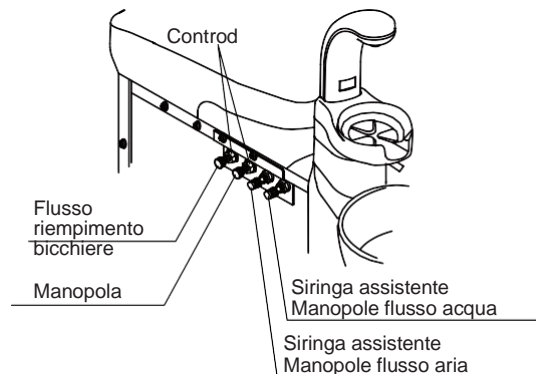

Fig.3-20 Manopole di controllo flusso
(3) Corpo gruppo idrico
A. Manopole di controllo flusso siringa assistente (Fig.3-20) Le manopole di controllo flusso della siringa assistente sono ubicate sul corpo gruppo idrico.
B. Manopola flusso riempimento bicchiere (Fig.3-20)
C. Manopola flusso risciacquo bacinella (Fig.3-20)